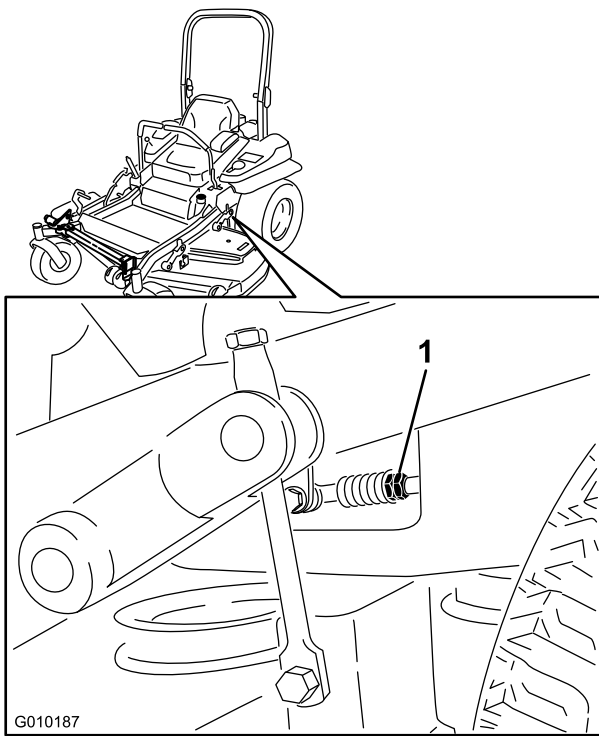

Bild 78
7. Stellen Sie die Fahrtriebshebel in die Neutralstellung. Stellen Sie die Länge der Pumpstange ein, indem Sie die Doppelmutter an der Stange so weit in die entsprechende Richtung drehen, bis sich das Rad leicht zurückdreht (Bild 78). Stellen Sie die Fahrtriebshebel in die Rückwärtsstellung und üben Sie etwas Druck auf den Hebel aus, damit die Federn die Hebel wieder in die Neutralstellung bringen. Das Rad darf sich nicht mehr drehen, kann sich aber leicht rückwärts drehen.